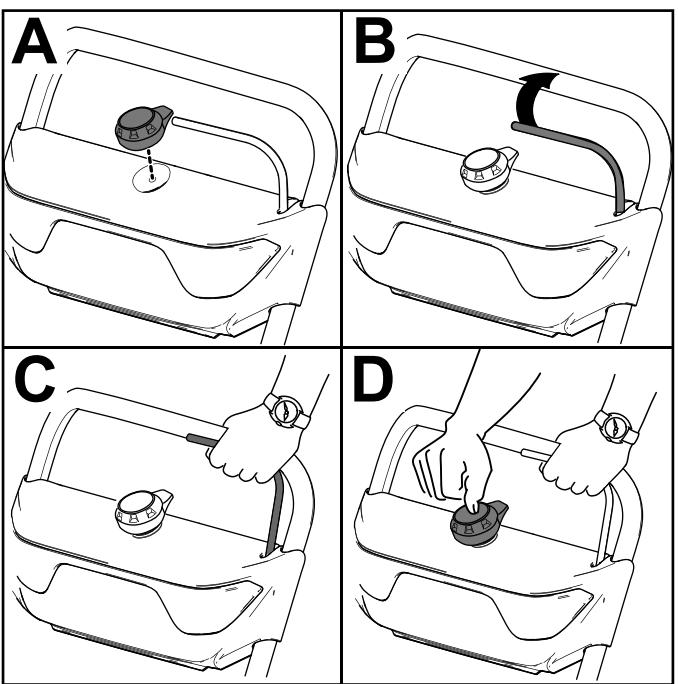

Figure 8
2. Insérez le bouton de démarrage électrique dans le démarreur électrique (A de la Figure 8).
3. Serrez et maintenez la barre contre le guidon (B et C de la Figure 8).
4. Appuyez sur le bouton de démarrage électrique jusqu'à ce que le moteur démarre (D de la Figure 8).